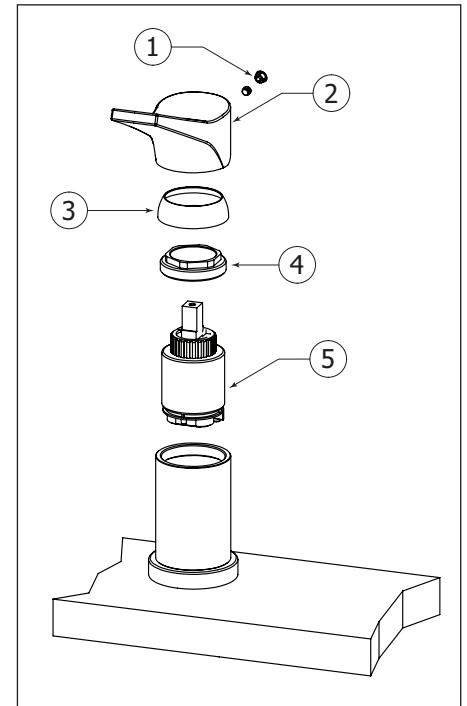

Fig.6
Start by shutting off the water supply lines and then turn on the water to drain the faucet. To replace the cartridge (5), pull out the handle (2) by removing the cap and the set screw (1) first. Afterwards, remove the dome cap (3) and the retainer ring (4). Replace with new cartridge and reassemble by reversing steps. Fig.6.
Commencer par couper l'alimentation d'eau et ouvrir l'eau par la poignée du robinet pour le vider. Pour remplacer la cartouche (5), enlever la poignée (2) en retirant le capuchon de finition et la vis de retenue (1). Démontez ensuite le capuchon en dôme (3) et l'anneau de retenue (4). Remplacer la cartouche par la nouvelle, puis inverser les étapes pour le réassemblage. Fig.6.